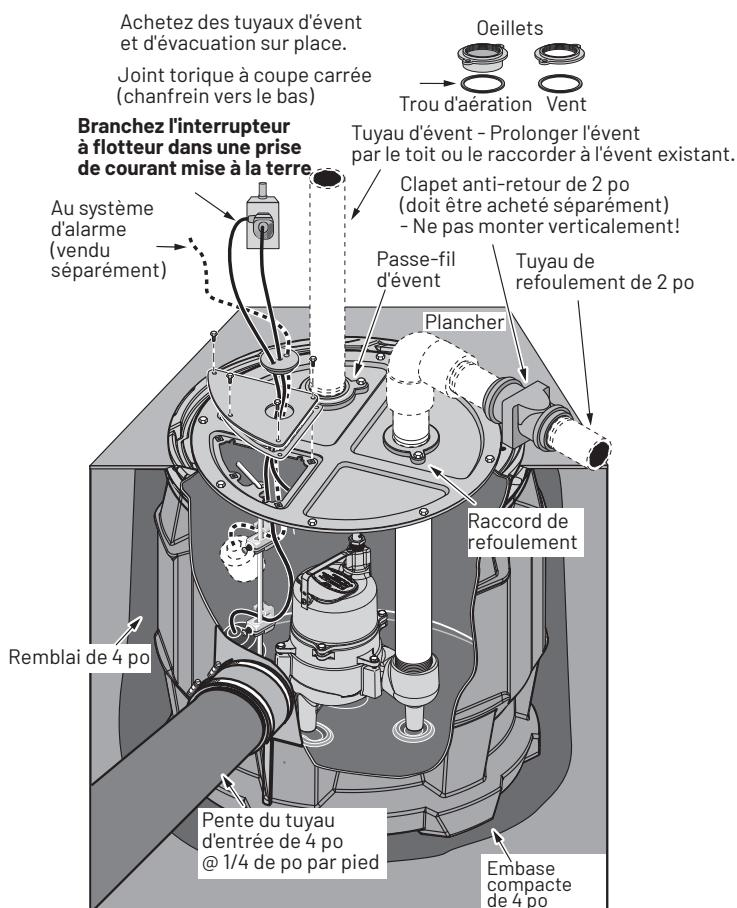

Figure 1 - Installation standard
1. Creuser le trou pour le bassin d'égout et la sous-couche. Le trou doit être assez profond pour que le plancher fini soit au même niveau que le dessus du bassin (Figure 1). La fondation nécessite 4 po de sable ou de gravier/roches concassées. Les morceaux de roche concassée ne doivent pas dépasser 1/2 po, tandis que le diamètre recommandé des morceaux de gravier de pois ne doit pas dépasser 3/4 po.
8. Installez le clapet anti-retour 2" dans la partie horizontale de la conduite de refoulement (Figure 1). Assurez-vous que la flèche d'indication du débit pointe à l'opposé de la pompe. Ce clapet anti-retour empêchera l'eau de refluer dans le bassin lorsque la pompe ne fonctionne pas.